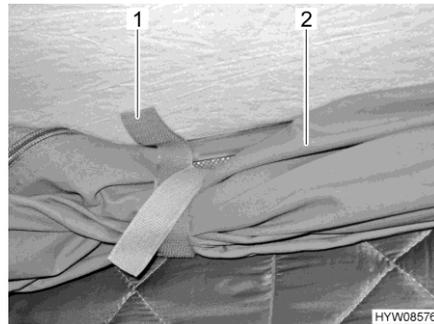

Bild 50 Haltetaschen
- Haltetaschen (Bild 50,1) an aufgerolltem Zeltstoff (Bild 50,2) lösen.
- Zeltstoff (Bild 50,2) einrollen und mit den Haltelaschen (Bild 50,1) sichern.